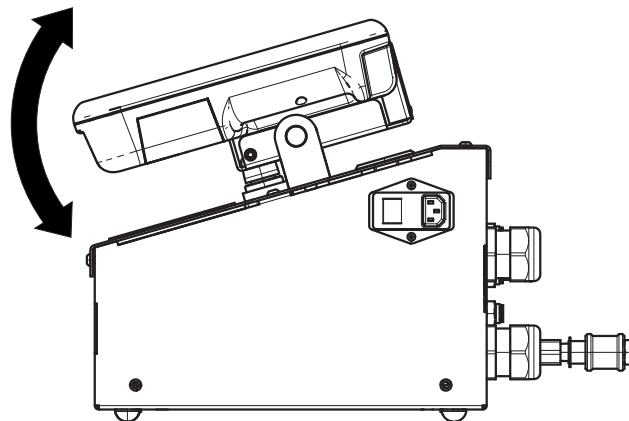

FIG. 13
2. Regolare l'angolo dell'ADM per una migliore visione. Vedere FIG. 13.